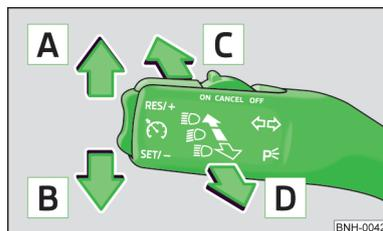

Fig. 21
- Tirez le levier du clignotant » fig. 21 vers le volant et poussez-le simultanément vers le bas, puis maintenez-le dans cette position.
- Tirez le levier du clignotant » fig. 21 vers le volant et poussez-le simultanément vers le haut, puis maintenez-le dans cette position.
- Poussez la manette de clignotant » fig. 21 » page 35 vers le haut ou le bas - le feu de position côté droit ou gauche du véhicule s'allume.